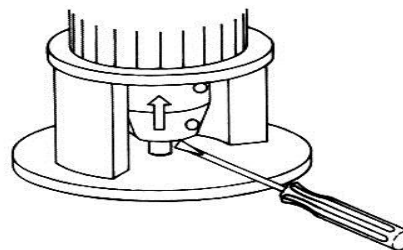

Рис. 9.
- 8) приподнять вал насоса на 2,5 ~ 3 мм, как показано на рис. 9; на агрегатах с имеющимся шаблоном для регулировки натяга торцового уплотнения **обязательно** его использование;